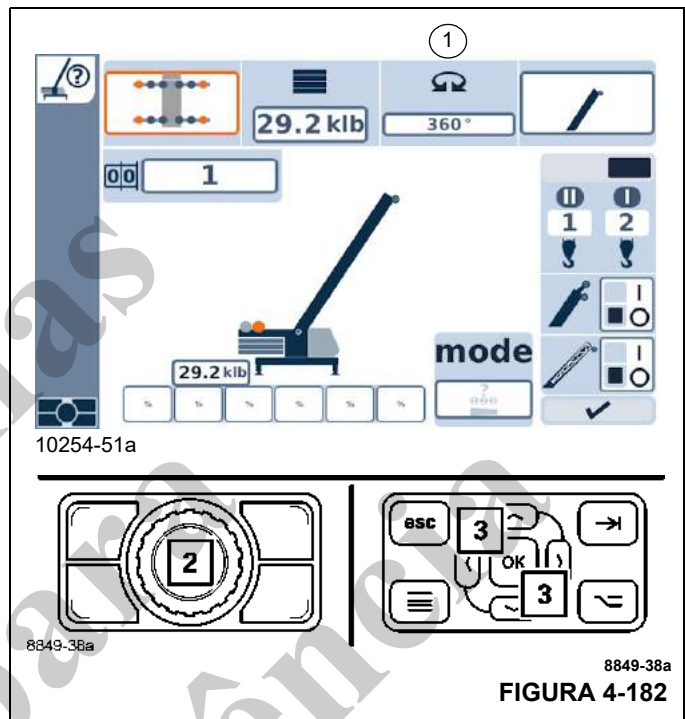

FIGURA 4-182
- Selecione e confirme o símbolo (1, Figura 4-182).
- Use os botões (2) ou (3) para selecionar o alcance de giro necessária, por exemplo, 360°.